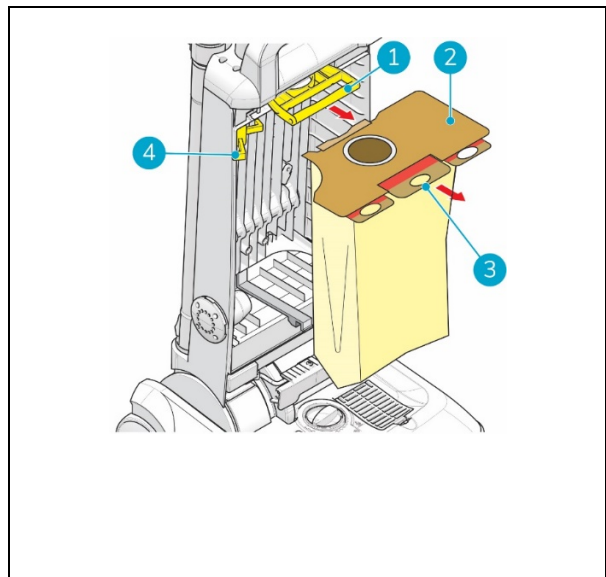

Figura 12
3. Puxe a alavanca (Figura 12, posição 1) para fora até esta bloquear.
4. Rode a alavanca pequena para o lado (Figura 12, posição 4) para empurrar o saco de pó para fora.
5. Puxe a etiqueta de cartão (Figura 12, posição 3) para selar o saco de pó.
6. Remova o saco de pó antigo (Figura 12, posição 2).